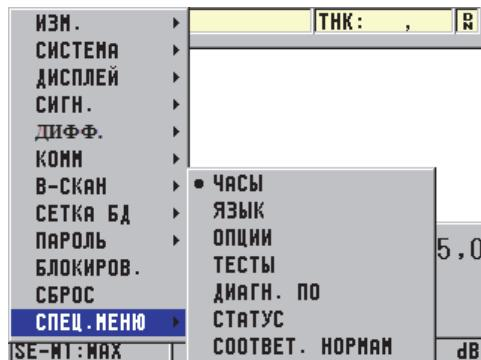

Рис. 4-2 Экран СПЕЦ.МЕНЮ
2. В окне СПЕЦ.МЕНЮ (см. Рис. 4-2 на стр. 55) выберите ЧАСЫ.